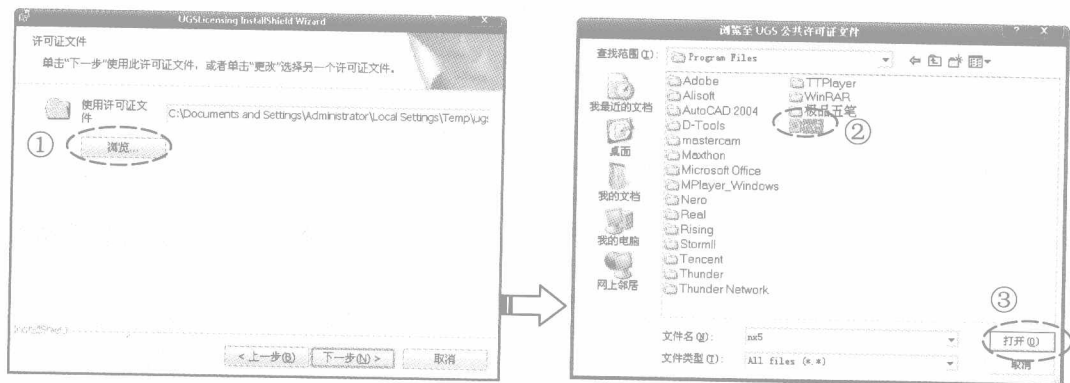

图 1-7 选择许可证文件
(9) 单击 **确定** 按钮后弹出『UGSlicensing InstallShield Wizard』对话框, 接着单击 **下一步(N) >** 按钮, 弹出『UGSlicensing InstallShield Wizard』对话框, 然后按照图 1-7 所示的指引进行操作。